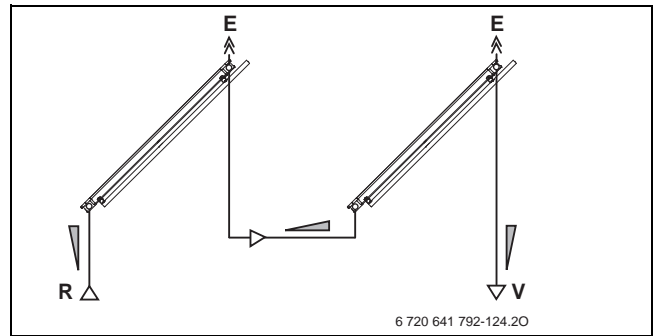

Bild 145 Hydraulikschema mit Entlüfter pro Kollektorreihe am Beispiel Flachdachmontage (Reihenschaltung)
- ▶ Für jede Reihe einen Entlüfter einplanen (→ Bild 145).